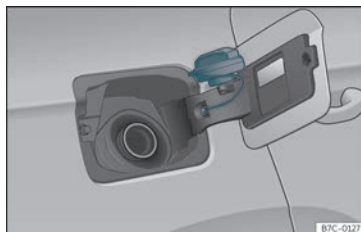

Fig. 197 Tampa do depósito com o tampão encaixado.
- Coloque-a no espaço existente na dobradiça da tampa aberta»»» **Fig. 197**.